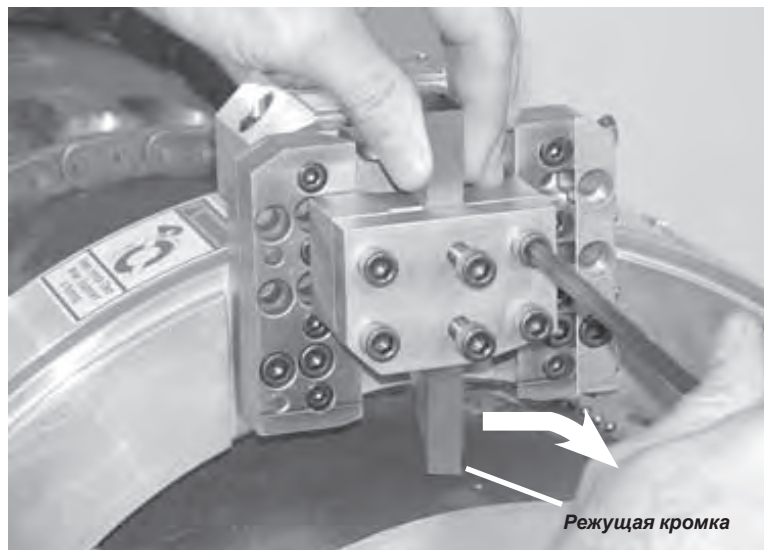

Рис. 5-31. Вставьте резец для снятия фаски в держатель режущей кромкой по направлению вращения.
5. Вставьте резец для снятия фаски режущей кромкой по направлению вращения, см. Рис. 5-31.